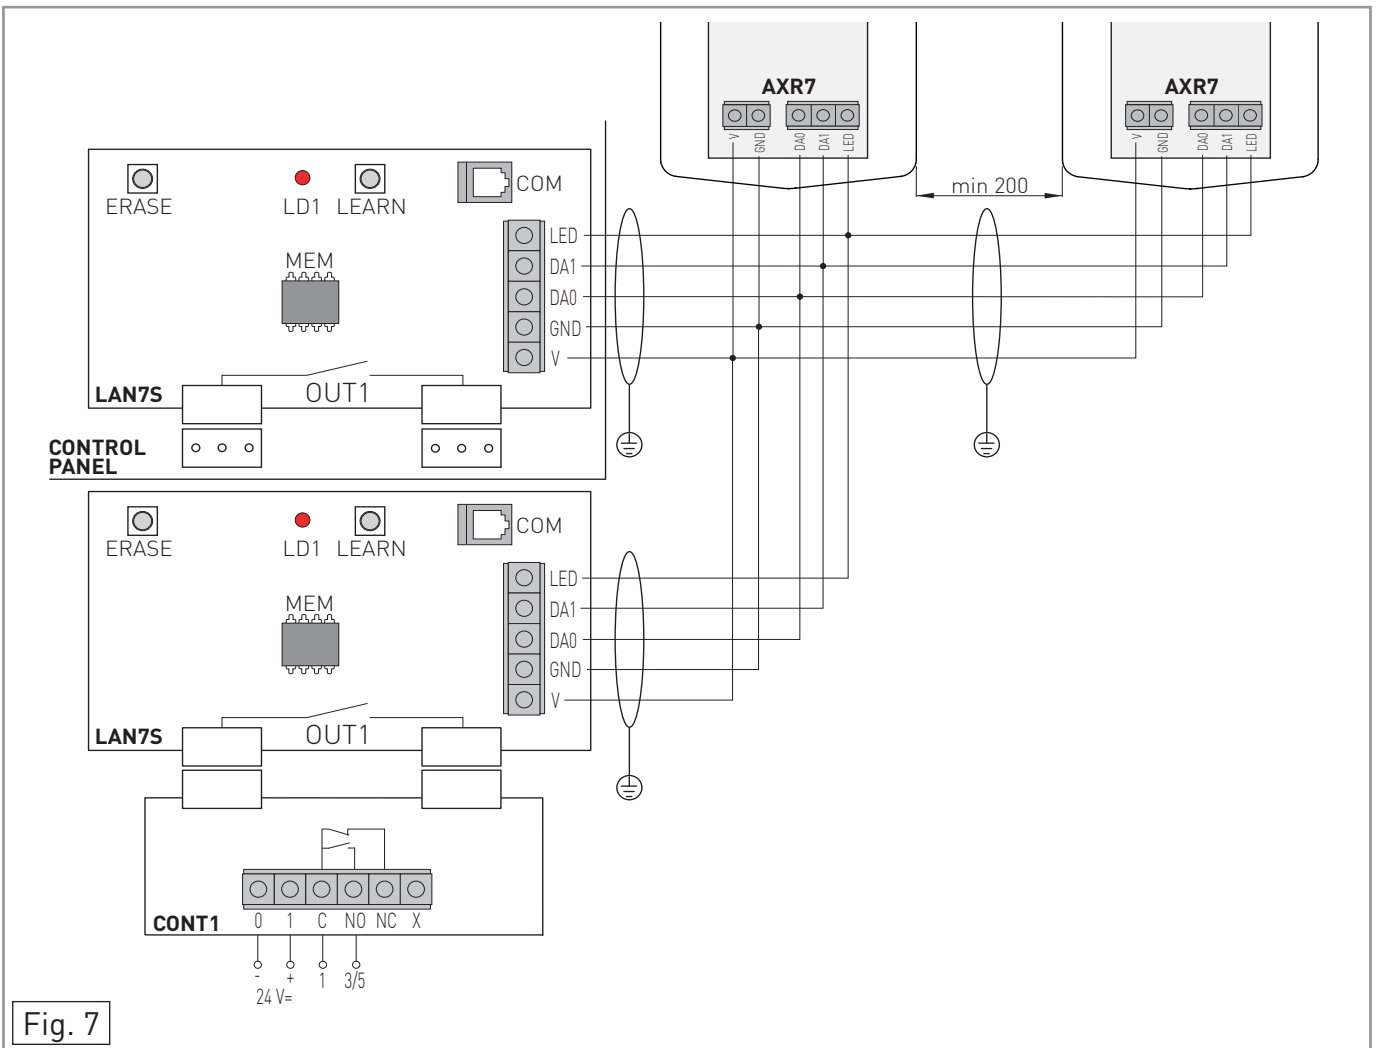

Fig. 7
N.B.: è possibile aumentare la capacità di memoria sino a 1016 codici, collegando due schede LAN7S come indicato in fig. 7. In questo caso memorizzare una parte dei codici su una delle schede LAN7S e il resto sull'altra. Per ottimizzare i tempi di risposta si consiglia di memorizzare circa la metà del totale di codici desiderati in ciascuna delle schede.